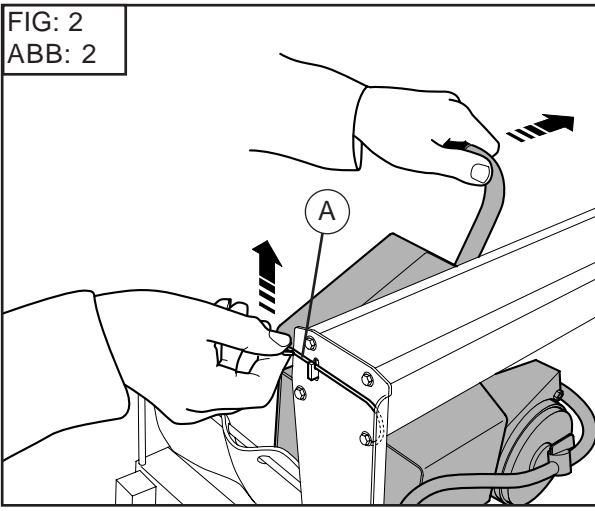

FIG: 3
- Desserrer le volant (H). Retirer les pieds fixés sous le bâti [Fig. 3].
- Démontez les pieds de la façon inverse du montage (à l'avant puis à l'arrière), les ranger sous la machine sans omettre de les fixer à l'aide du volant (H) [Fig. 3].